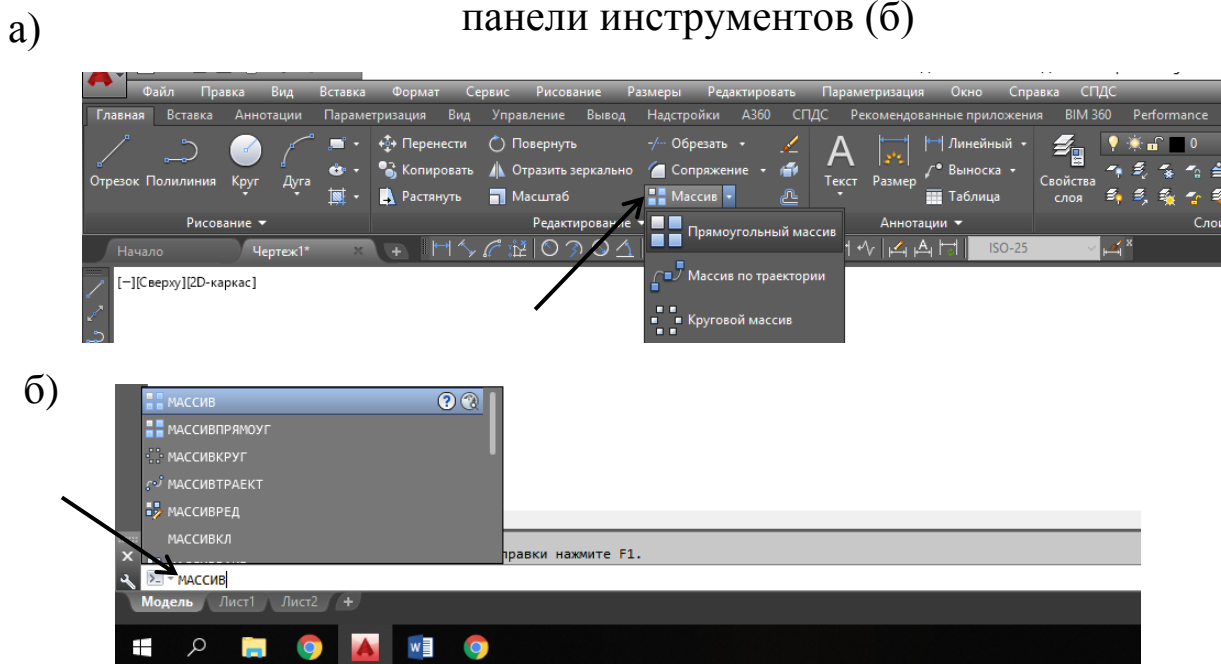

Рис. 2. Вызов инструмента «Массив» из *Ленты* (а) и в командной строке (б)
- 3) на *Ленте* в панели *Редактирование* (рис. 2, а);
- 4) набором команды МАССИВВКЛ в командной строке (рис. 2, б).